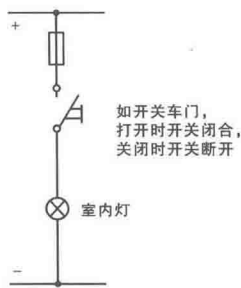

图 1-8 开关的作用和状态
- 在被控的用电器中,哪些电器处于常通?哪些电路处于短暂接通?哪些应先接通,哪些应后接通?哪些应单独工作,哪些应同时工作?哪些电器允许同时接通?如图 1-8 所示。